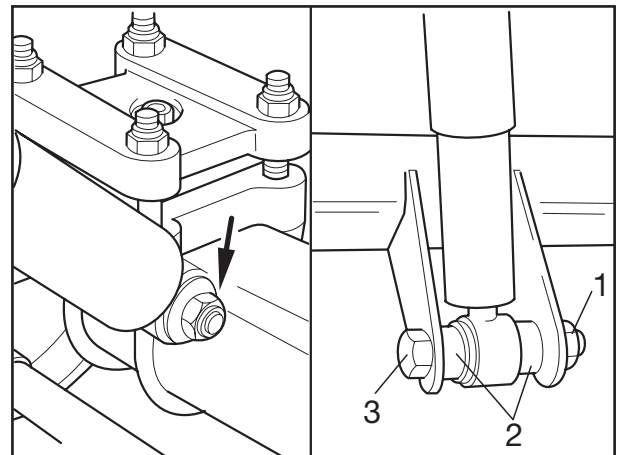

Fig. 1
- [1] Sicherungsmuttern (Fig. 1/1) von den oberen und unteren Gewindebolzen bzw. Befestigungsschrauben abschrauben und den Stoßdämpfer abnehmen. Bei Stoßdämpferbefestigung zwischen Platten Befestigungsschraube (Fig. 1/3) herausziehen, dabei die Distanzhülsen (Fig. 1/2) und den Stoßdämpfer abnehmen. Ggf. untere Stoßdämpferbefestigung abbauen.
- [4] Stoßdämpfer auf den (die) Gewindebolzen aufschieben. Bei Stoßdämpferbefestigung zwischen Platten Befestigungsschraube einschieben, dabei ggf. Distanzhülsen oder Scheiben (Fig. 1/2) einsetzen.
- Neue Sicherungsmuttern M 24 (Fig. 1/1) aufschrauben und mit dem vorgeschriebenen Anziehdrehmoment von 420 Nm (390 - 460 Nm) festziehen.
- [1] Unscrew locking nuts (Fig. 1/1) from the top and bottom threaded bolts and securing bolts and remove the shock absorber. In the case of a shock absorber fastening between plates, pull out the fastening screw (Fig. 1/3), removing the spacer sleeves (Fig. 1/2) in the process and remove the shock absorber. If necessary, demount the lower shock absorber fastening.